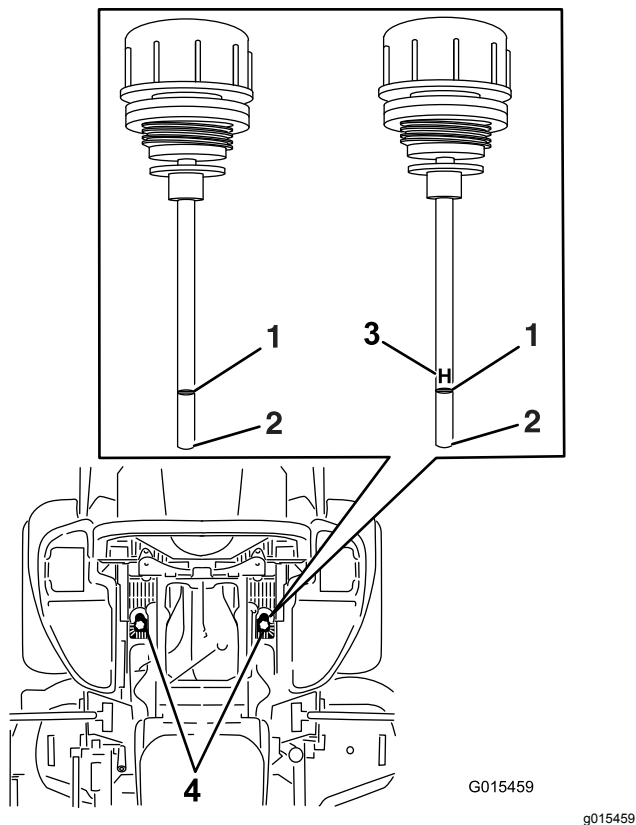

Figure 87
6. Nettoyez la surface autour des jauges des réservoirs du système hydraulique (Figure 87).
7. Sortez une jauge du réservoir hydraulique (Figure 87).
9. Ressortez la jauge et examinez l'extrémité (Figure 87).